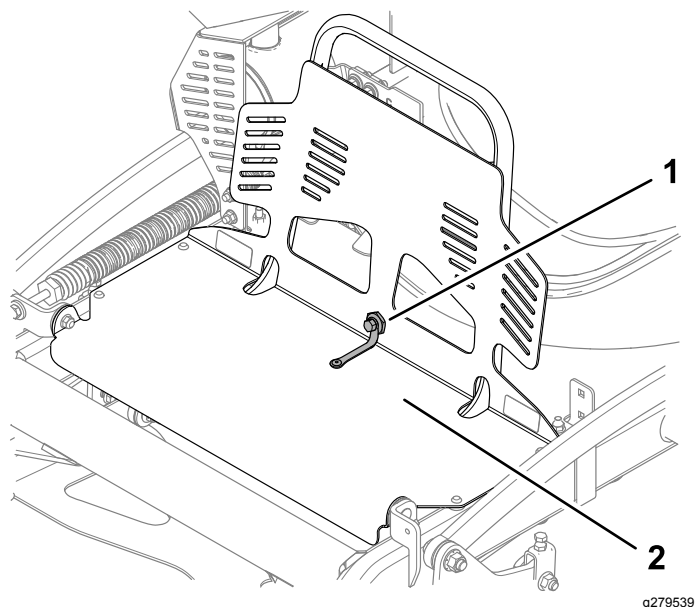

Figura 1
1. Rimuovete il bullone e il dado di spallamento che fissano la protezione del motore alla prolunga della protezione (Figura 1).